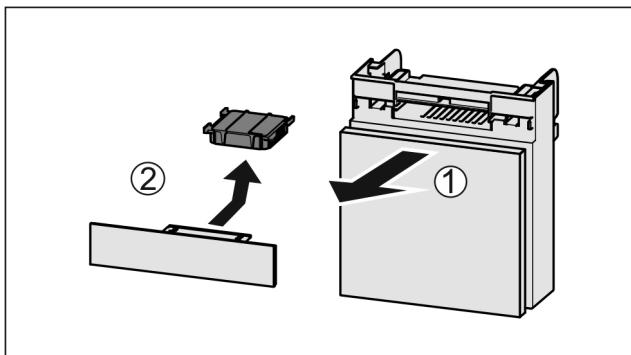

Fig. 46
- Вытянуть Fig. 46 (1) отделение движением вперед.
- Извлечение Fig. 46 (2) фильтра с активированным углем.